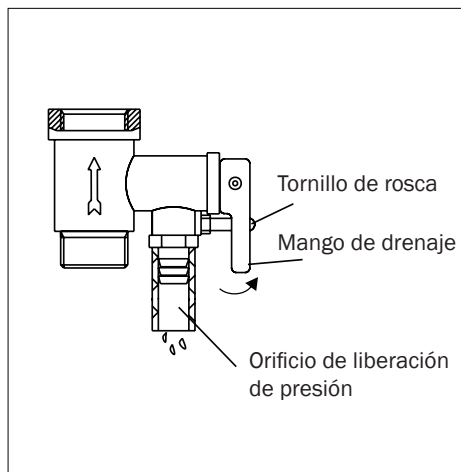

Fig. 6
- Desenroscar el tornillo de la válvula de seguridad multifunción y levantar el mango de drenaje hacia arriba. (Mirar la fig. 6) para secar el agua del interior del tanque.